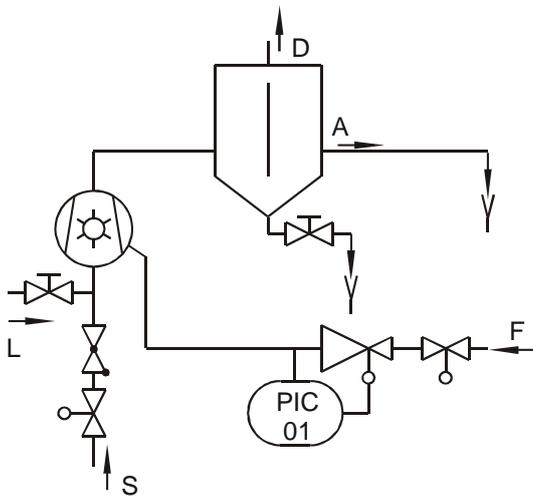

Abb. 9 Durchlaufkühlung
- ▶ Druck in der Betriebsflüssigkeitsleitung auf max. 0,2 bar Überdruck einstellen (→ Schema Abb. 9)